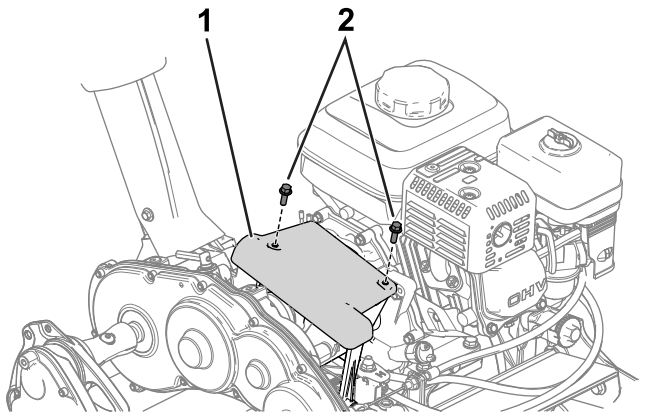

Figura 33
1. Per accedere al disco della frizione e alla piastra di pressione rimuovete il carter della frizione (Figura 33).